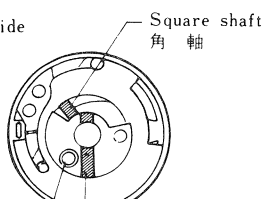

Fig. 97
97. Insert 4228 into the spring hole (Fig. 97) at an optional shutter dial position, and position the curved groove of 2009 as shown in Fig. 97.
97. 任意のシャッターダイヤル位置にてスプリング穴 (Fig. 97) に4228を入れ, 2009の折り曲げ溝を Fig. 97の位置にする。